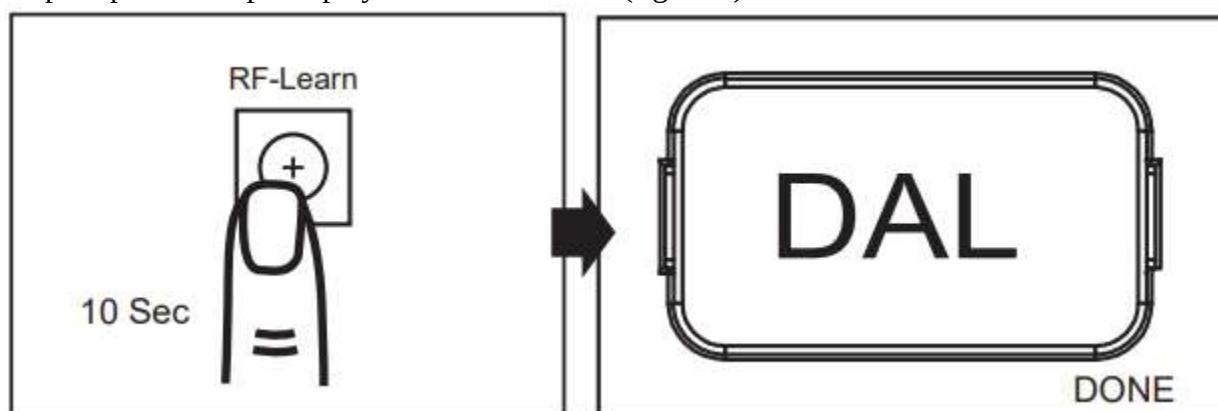

Figura 4.
2. Asteptati pana cand pe display este afisat "DAL" (figura 4).